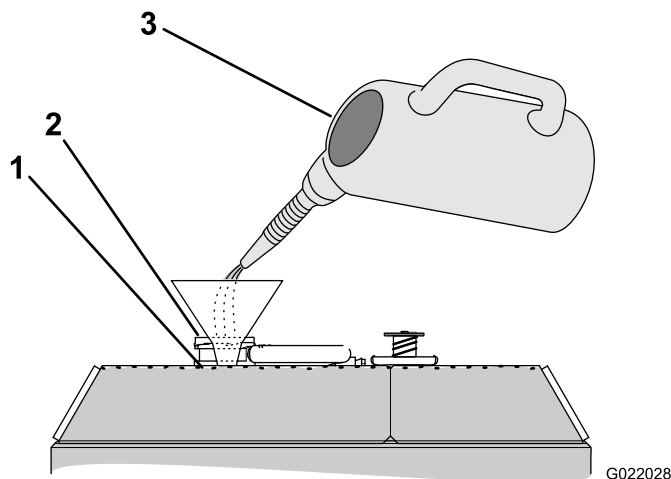

Figura 141
3. Llene el radiador de refrigerante hasta que el nivel de fluido llegue a la parte inferior del cuello de llenado (Figura 141).